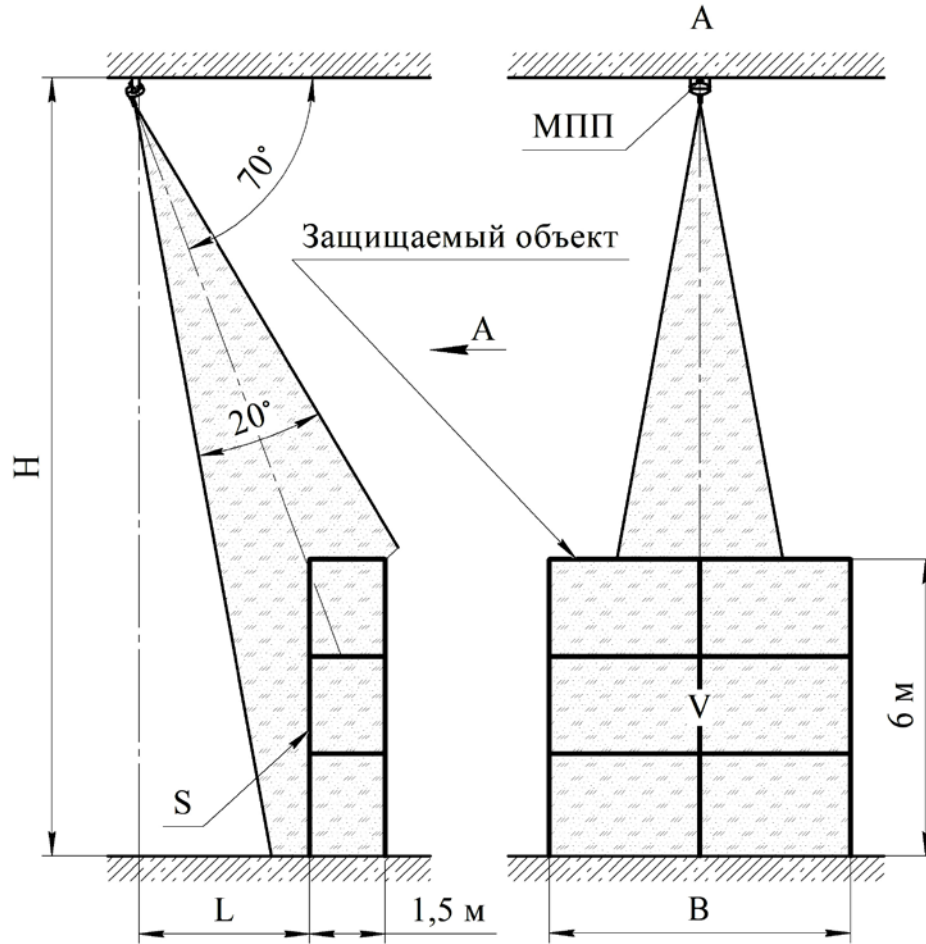

Рисунок 5
**МПП, установленный с наклоном, для локальной защиты объектов с затененными зонами от пожаров класса А (см. рисунок 5)**